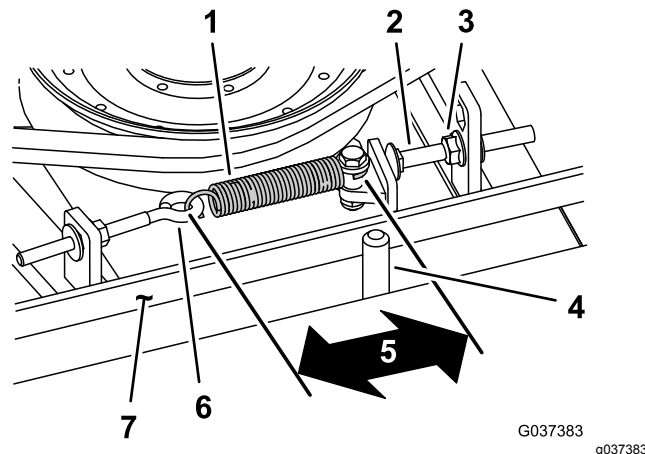

Bild 113
Bei richtiger Spannung sollte die Messung innen an der Verlängerungsfeder (Haken zu Haken) ungefähr $8,3 \text{ cm} \pm 9,5 \text{ cm}$ betragen. Wenn die Federspannung richtig ist, stellen Sie die Anschlagsschraube (Schlossschraube) ein, bis der Abstand zwischen dem Schraubenkopf und dem Spannarm ungefähr 2-5 mm beträgt (Bild 113).
Hinweis: Achten Sie darauf, dass der Riemen auf der Federseite der Riemenführung positioniert ist (Bild 113).
2. Lockern Sie den Augenbolzen (Bild 113).
3. Lösen Sie die Bundmutter, mit der die Anschlagsschraube an der Befestigungsnase befestigt ist, und schieben Sie die Spannscheibe vom Riemen weg (Bild 113).
9. Setzen Sie die Verlängerungsfeder (Bild 113) wieder in den Augenbolzen ein und spannen Sie den Riemen wie folgt: